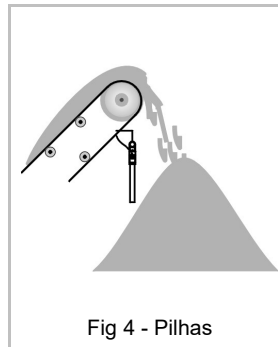

Fig 4 - Pilhas
- Controle de nível de pilhas (fig. 4.)